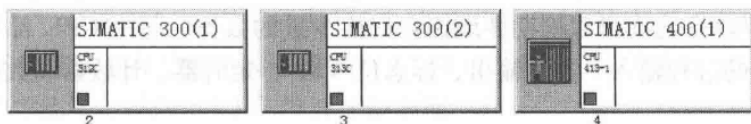

图 6-12 已连接好的 MPI 网络
下面用一个例子来介绍对 MPI 网络组态的方法。在 STEP7 中生成一个名为 IPI-GD 的项目。首先在 SIMATIC 管理器中生成 3 个站，对它们的硬件组态，它们的 CPU 分别为 CPU413-1、CPU313C 和 CPU312C。单击 SIMATIC 管理器的工具条上的按钮，打开网络组态工具 NetPro，出现了一条自动生成的标有 IPI (1) 的网络和没有网络相连的 3 个站的图标，图 6-12 所示为已经连接好的 IPI 网络。
也可以将图 6-12 的 CPU 方框中的小红方块“拖放”到 MPI 网络上，该站便被连接到网络上了，这是一种相当方便的实现连接的方法。还可以用“拖放”的方法断开连接。